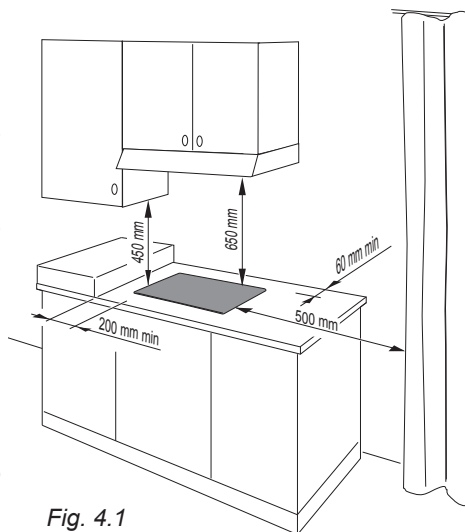

Fig. 4.1
- allorché sopra il piano di cottura vi sia un pensile o cappa mantenere fra la griglia del piano ed il suddetto pensile o cappa la distanza minima pari a 650 mm (vedi anche fig. 4.1);